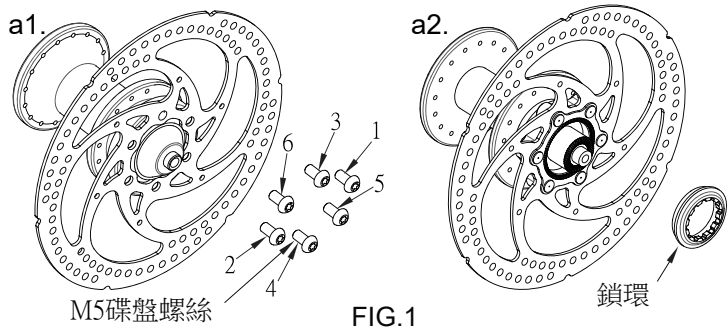

FIG.1
- a1. 碟盤螺絲:將碟盤放置於花鼓的安裝平面上,並確認碟盤上箭頭所指方向同於車輪前進的旋轉方向。使用T25梅花板手將M5碟盤螺絲依序鎖緊於花鼓上,鎖緊扭力6-8Nm(54~71 in.lbs)。(FIG.1)
- a2. 中心鎖入式:將碟盤安裝至花鼓的裝配面上,使用套筒將鎖環鎖附於花鼓上,鎖緊扭力35-40Nm(310~355 in.lbs)(如FIG.1)。